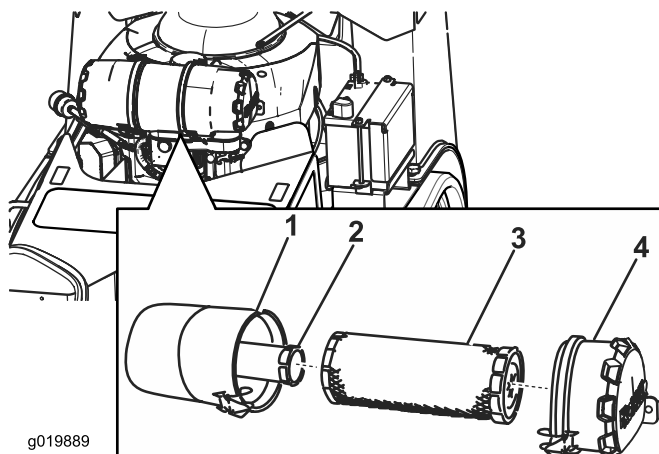

Figure 29
2. Déverrouillez le filtre à air et détachez le couvercle du corps du filtre (Figure 29).
4. Sortez l'élément principal du corps du filtre avec précaution (Figure 29).
2. Si vous remplacez l'élément intérieur, insérez-le avec précaution dans le corps du filtre (Figure 29).
3. Placez ensuite l'élément principal sur l'élément intérieur avec précaution (Figure 29).
4. Glissez le couvercle sur le corps du filtre à air et verrouillez-le en place (Figure 29).